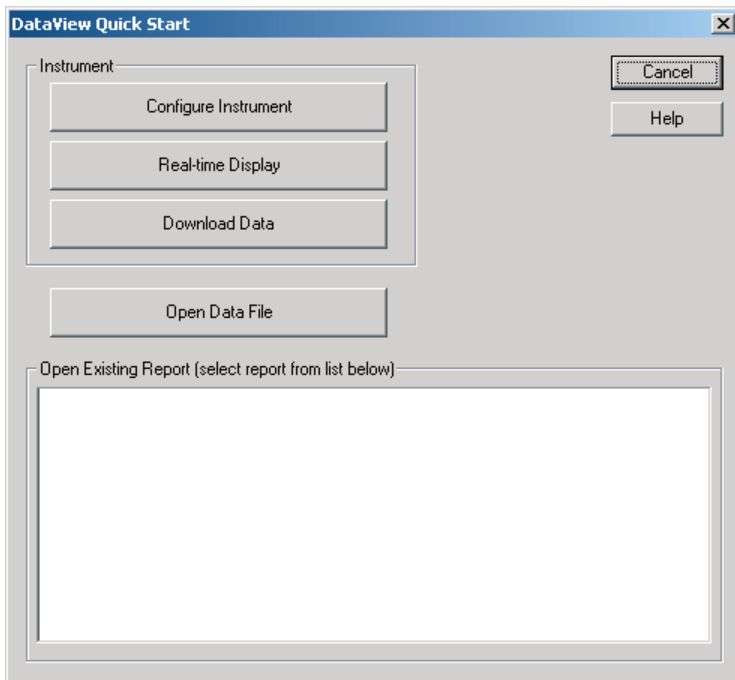

Figura 1
- Se abrirá DataView® y mostrará la ventana DataView Quick Start (vea Figura 1).